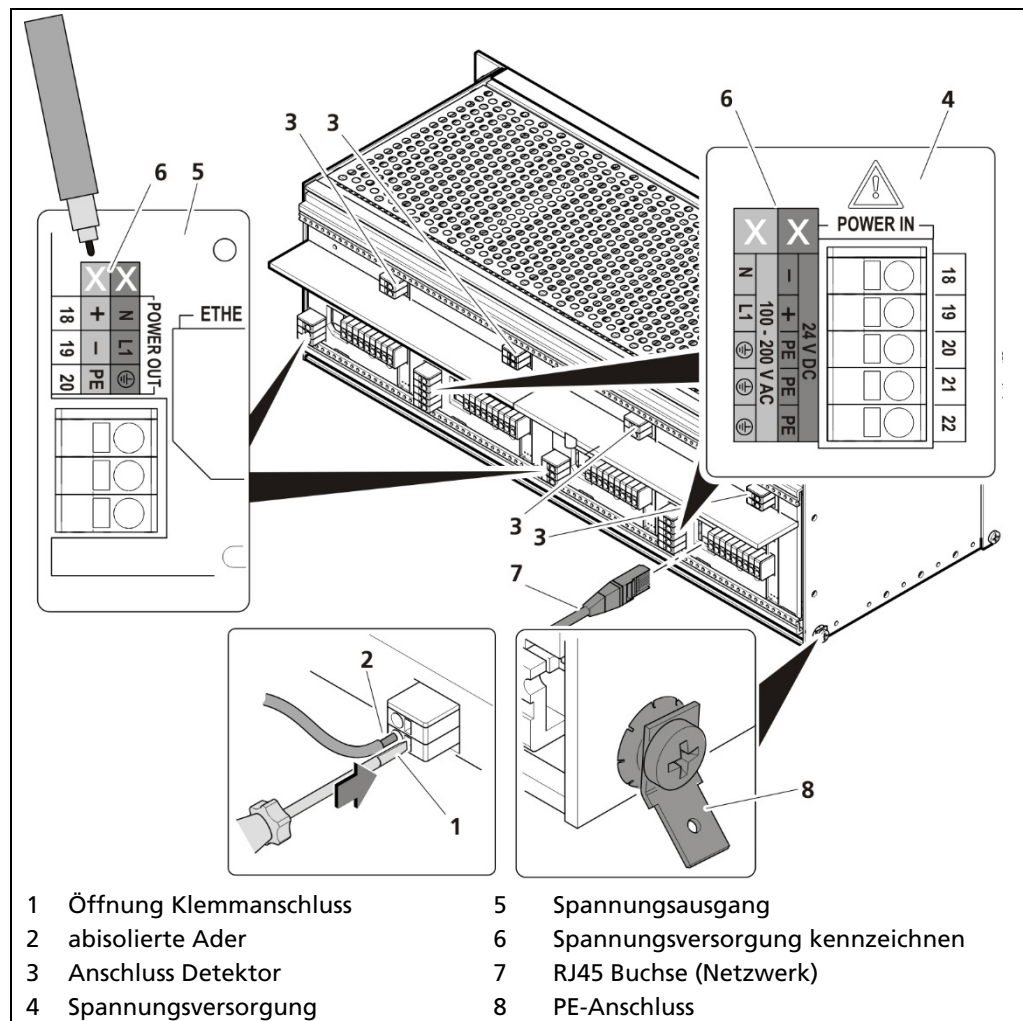

Abb. 11 Elektrischer Anschluss im 19" Baugruppenträger (Beispiel: 2x Anschlussplatine)
1. Stellen Sie sicher, dass die Sicherungsschrauben (Abb. 11, Pos. 1) aller AWEs angezogen sind, um ein Herausgleiten zu verhindern.
2. Lösen Sie die Verriegelung (Abb. 11, Pos. 2) mit dem mitgelieferten Vierkantschlüssel und ziehen Sie den Baugruppenträger heraus.
4. Führen Sie die Leitungen durch die Kabelverschraubungen (Abb. 11, Pos. 6), durch die Öffnungen des Wandgehäuses und durch die Gegenmutter der Kabelverschraubung (Abb. 11, Pos. 7).
5. Verschrauben Sie die Kabelverschraubung (Abb. 11, Pos. 6) mit der Gegenmutter (Abb. 11, Pos. 7).
Es darf nur die Spannung des gekennzeichneten Bereichs (Abb. 11, Pos. 3) angelegt werden!
7. Öffnen Sie mit einem Betätigungswerkzeug (Schlitz-Schraubendreher) den Klemmanschluss (Abb. 11, Pos. 4) und führen Sie die abisolierte Ader (min. 8 mm) (Abb. 11, Pos. 5) ein. Durch Herausziehen des Betätigungswerkzeuges wird der Klemmanschluss geschlossen. An die Klemmen können folgende flexible Adern angeschlossen werden:
8. Stecken Sie den Netzwerkstecker in die RJ45 Buchse (Abb. 11, Pos. 9) (optional).
9. Ziehen Sie für eine optimale Dichtheit und Zugentlastung alle Kabelverschraubungen (Abb. 11, Pos. 6) an bis der Dichteinsatz zwischen Kabelverschraubung und Kabel schließt.